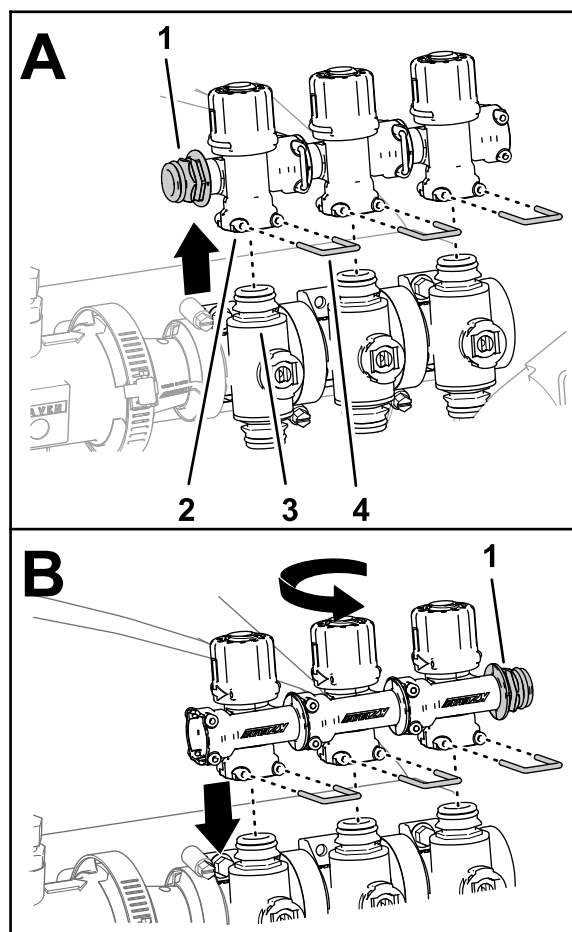

Figura 64
4. Rimuovete i 3 fermi che fissano le 3 valvole di bypass alle valvole delle sezioni di sinistra, destra e centrale (**Figura 64**).
5. Sollevate le valvole di bypass dalle valvole di sezione (**Figura 64**).
6. Ruotate le valvole di bypass di 180° e montatele sui raccordi a disinnesto rapido delle valvole di sezione (**Figura 64**).
7. Fissate le 3 valvole di bypass alle valvole di sezione con i 3 fermi che avete rimosso al passaggio 4 (**Figura 64**).